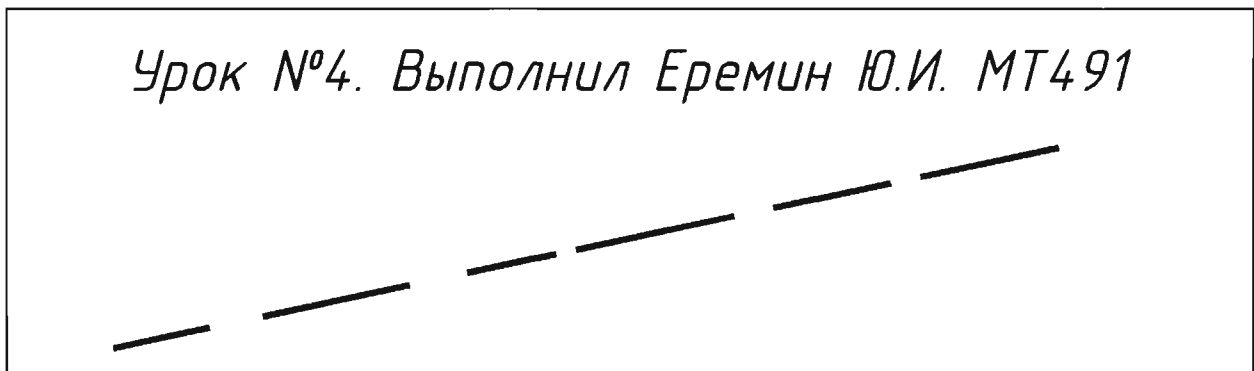

Рис. 5.1. Прямая линия, разорванная на отрезки различной длины
5.2.1. Разорвать прямую линию на отрезки различной длины (рис. 5.1).